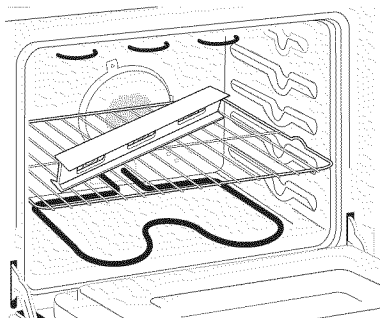
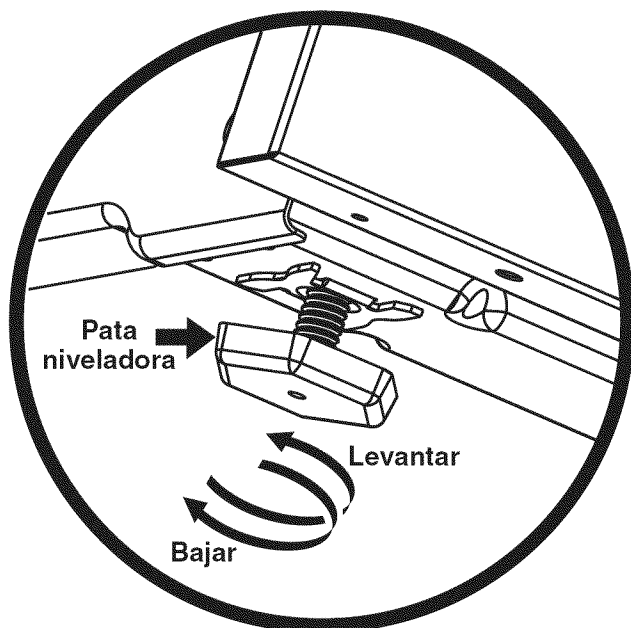

Figura 4
Figura 5
- B. Ponga un nivel sobre la parrilla (Figura 4). Tome dos lecturas con el nivel puesto diagonalmente en una dirección y después en la otra. Nivele la estufa, si es necesario, ajustando las 4 patas niveladoras con una llave de tuercas (Figura 5).